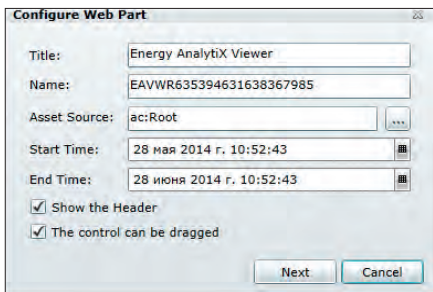

Рис. 8. Диалоговое окно *Настройка (Configure Web Part)*
- Компонент просмотра Energy AnalytiX подключится к своей активной базе данных конфигурации, а затем открывает диалоговое окно *Настройка (Configure Web Part)* (рис. 8). Вы можете настроить параметры в этом диалоговом окне или оставить их, как есть. Затем нажмите *Далее (Next)*.